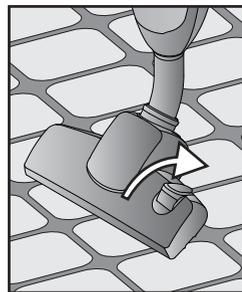

Fig. 5
- Per una migliore pulizia dei pavimenti lisci, come il PVC, il parquet o le mattonelle, è preferibile l'uso delle setole. Per estrarre le setole dalla spazzola occorre premere il selettore (I) verso il basso (Fig. 5).